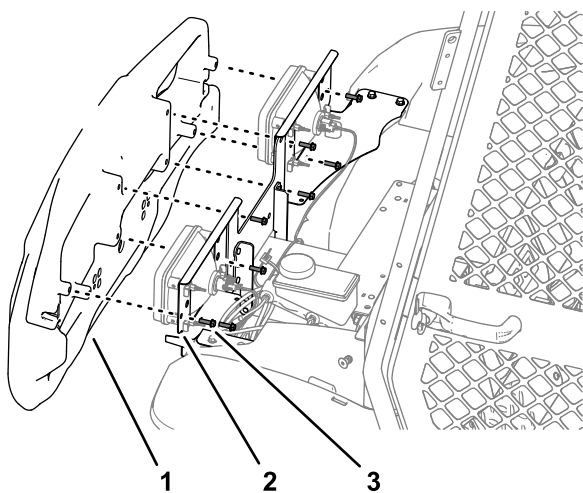

図 42
1. バンパーを支えながら、バンパーをバンパーマウントとヘッドライトブラケットに固定しているフランジヘッドボルト8本を取り外す (図 42)